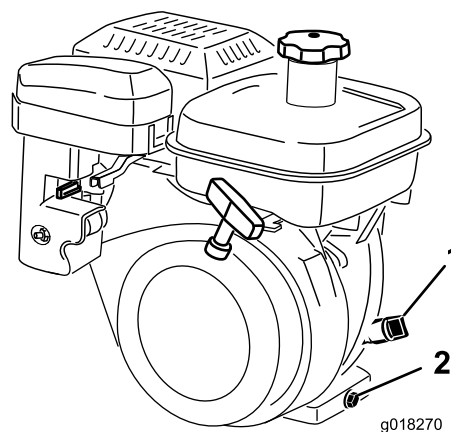

Figura 31
2. Coloque el cortacésped con el motor nivelado, y limpie la zona alrededor del indicador del nivel de aceite (Figura 31).
3. Retire el indicador del nivel de aceite girándolo en el sentido contrario a las agujas del reloj (Figura 31).
4. Limpie el indicador e introdúzcalo en el orificio de llenado. No enrosque el indicador en el orificio. Luego retírelo y compruebe el nivel de aceite. Si el nivel es bajo, añada solamente aceite suficiente para que llegue entre las marcas H y L del indicador (Figura 31). Compruebe el nivel de aceite. No llene demasiado.
2. En la parte trasera de la máquina, coloque un recipiente debajo del tapón de vaciado (Figura 31). Afloje el tapón de vaciado.